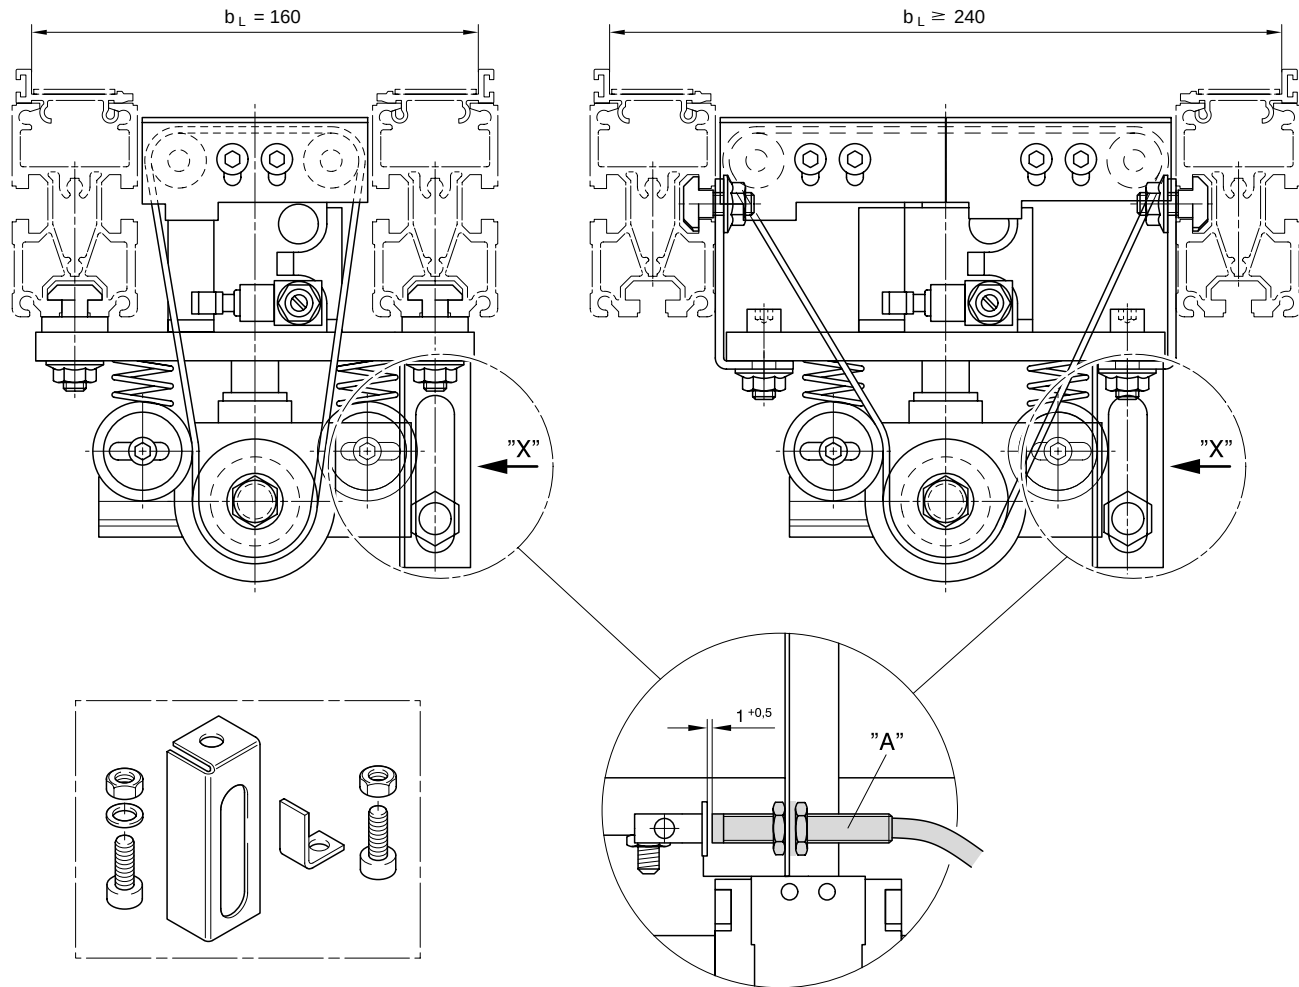

Fig. 8
■ Regolare gli interruttori elettrici di prossimità EN 60947-5-2I1A12 ("A", Fig. 8), che a seconda del tipo di trasporto saranno in numero da 1 a 3, alla giusta distanza rispetto all'angolo di rilevamento.
■ Montar los interruptores de aproximación EN 60947-5-2I1A12 ("A", Fig. 8), que pueden ser de 1 a 3 según la función de transporte, a una distancia de conmutación adecuada respecto a la escuadra de amortiguación.
■ Regular os interruptores elétricos de aproximação EN 60947-5-2I1A12 ("A", Fig. 8), que de acordo com a função do transporte podem ser de 1 a 3, a uma distância de comutação adequada das cantoneiras de amortecimento.